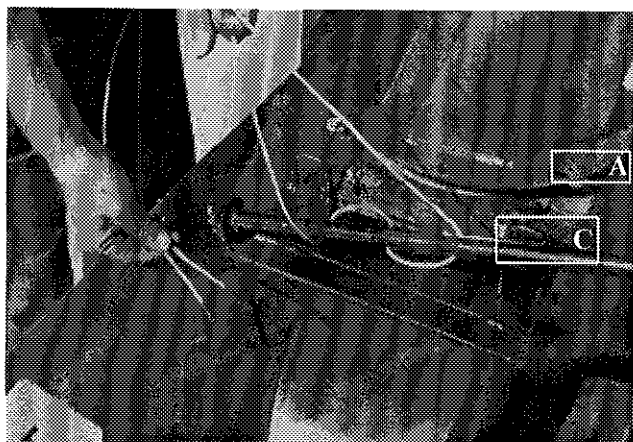

Figure 19
- 2) **Figure 19:** Faire passer le câble d'acier dans les trois trous de la manivelle et ajuster les deux parties d'égale longueur. Tourner la chute manuellement jusqu'à ce que le point d'attache (A) soit près du guide câble (C).